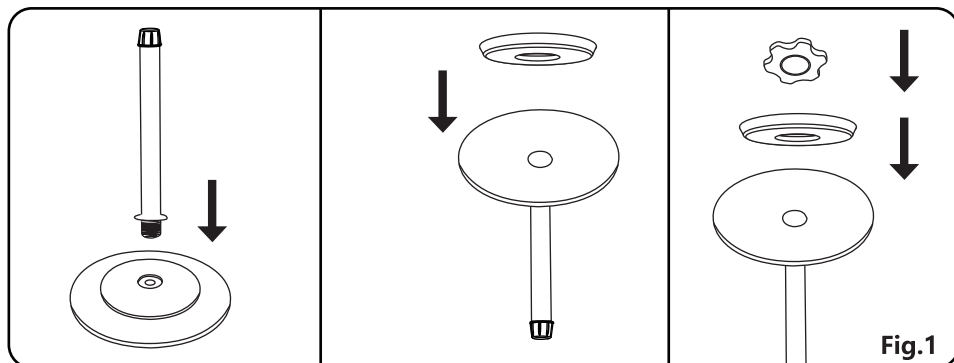

Fig.1
2. Fije la base negra a la cubierta de la base.(Fig. 1)